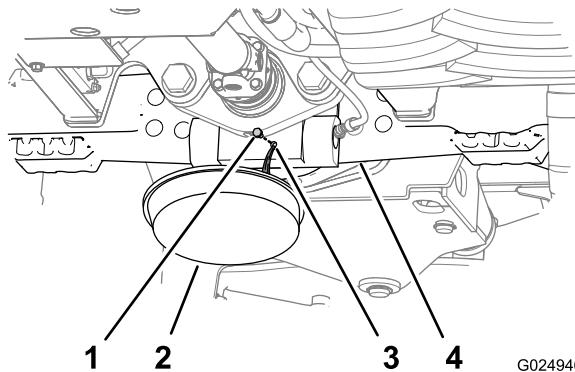
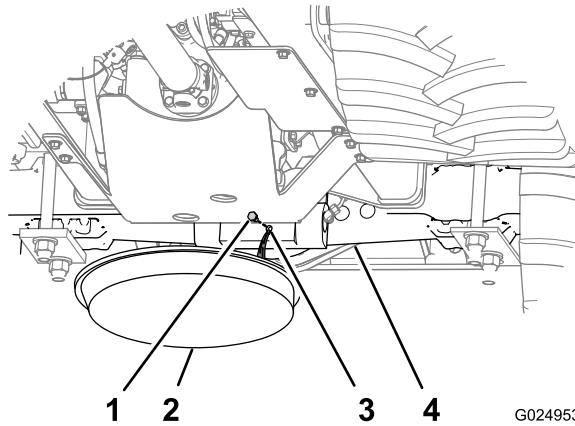

Figura 93
Figura 94
1. Mettete una bacinella di spurgo sotto l'alloggiamento del pignone dell'assale (Figura 93 e Figura 94).
2. Rimuovete i tappi dal foro spia e dal foro di spurgo negli alloggiamenti del pignone per gli assali (Figura 93 e Figura 94).